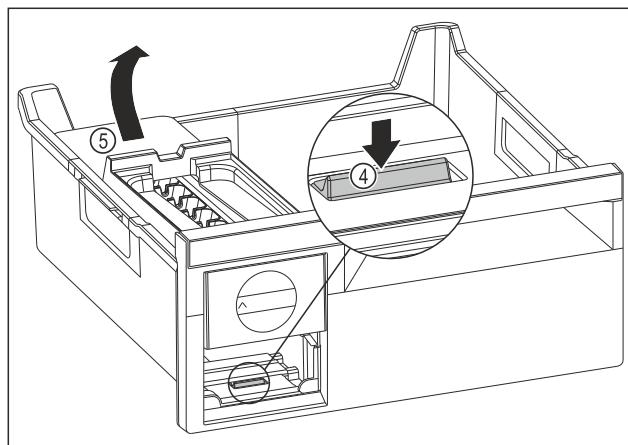

Fig. 136
- Vyjmutí korpusu EasyTwist-Ice: Lamelu Fig. 136 (4) zatlačte prstem směrem dolů a zároveň nadzvedněte druhou rukou korpus EasyTwist-Ice Fig. 136 (5) ze zadu.